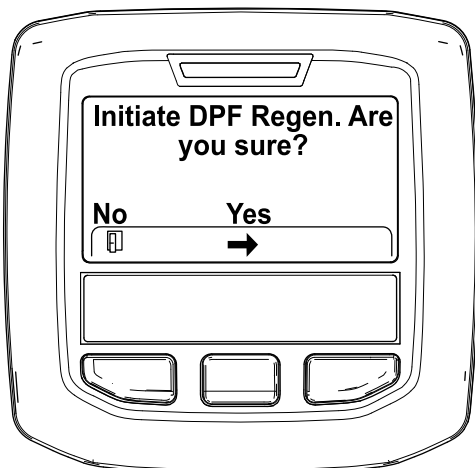

Рисунок 47
4. Когда появится сообщение «Initiate DPF Regen. Are you sure?» («Вы действительно хотите начать регенерацию DPF?»), нажмите среднюю кнопку (Рисунок 47).